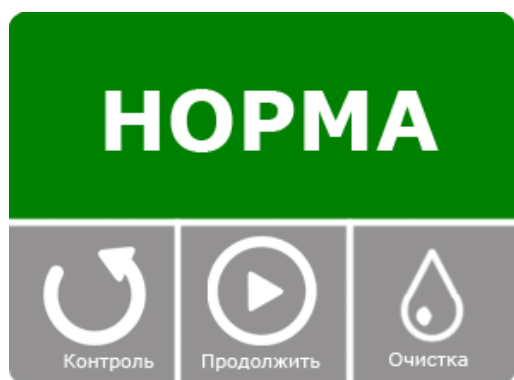

Рис. 11
7. Поле на дисплее зелёного цвета с надписью «НОРМА» свидетельствует об отсутствии факта обнаружения следов ВВ (Рис. 11).